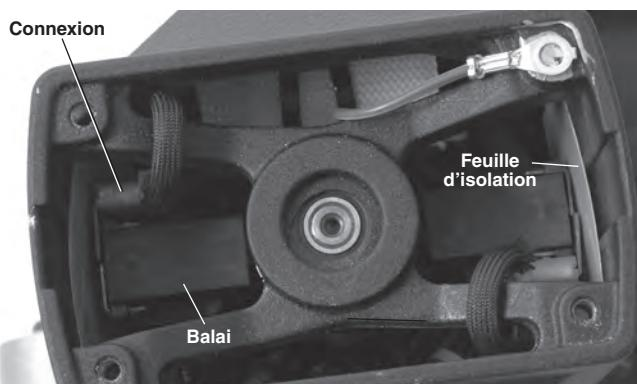

Figure 19 – Remplacement des balais (couvercle retiré)
4. Servez-vous d'une paire de pinces pour retirer les balais droit en arrière. Déconnectez leur connexion (*Figure 19*).